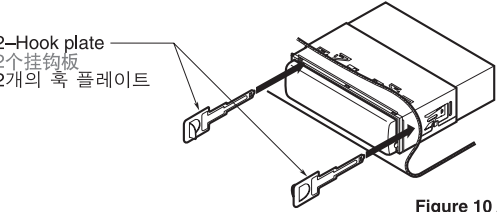

Figure 10 / 圖 10 / 그림 10
- Insert and lock the hook plates. (Figure 10)
- 插入并锁定挂钩板. (图10)